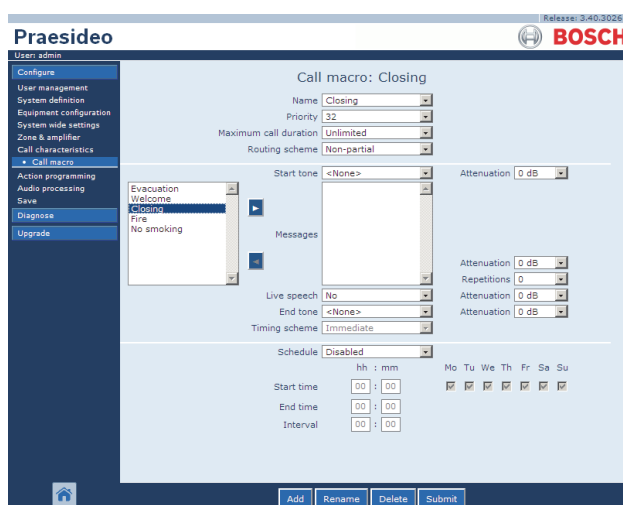

figure 47.5 : Ajout d'une macro d'appel, étape 4
- 4 Cliquez sur le bouton *OK* pour ajouter la macro d'appel à la liste des macros d'appel du système. Un écran semblable à celui de la figure 47.5 s'affiche dans le cadre principal de l'interface Web.